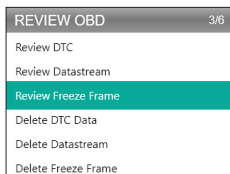

図 5.1.3
- 3.OBD を検査して [OK] を押します。DTC、データフロー、フリーズフレームなどの 6 つの選択肢が画面に表示されます（図 5.1.3 を参照）。